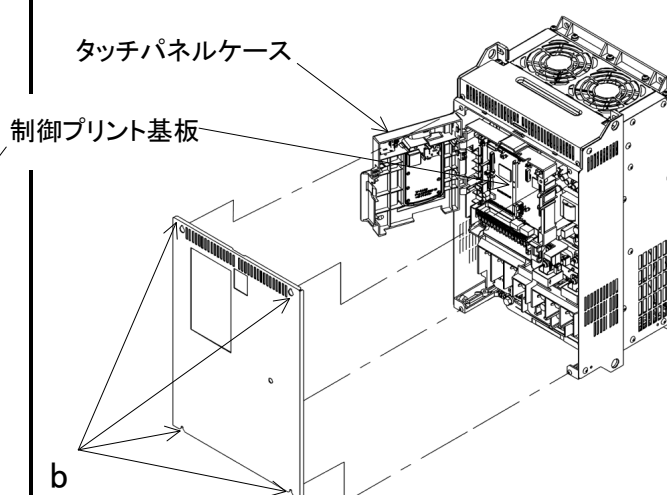

図 2.1-2 前カバーの取外し方法
- (1) 図 2.1-2 のように、b 部の表面カバー取付けネジ (容量により個数は異なります) を外し、表面カバーを取り外してください。
- (2) タッチパネルケースを開けてください。
- (1) 制御プリント基板のオプション取付け用金具の 1 カ所“a”に、付属のスペーサ“b” (1 本) を取り付けます。
- (2) 本インタフェースカードのコネクタ (CN1) が制御プリント基板のコネクタ (C-port) に接続するように、インタフェースカードを取り付けます。
- (3) 付属のねじ“c” (2 本) を締めてインタフェースカードを固定します。
- (4) 図 2.1-1、図 2.1-2 の「前カバーの取外し方法」を参照して、前カバーを取り外した手順と逆に取り付けます。